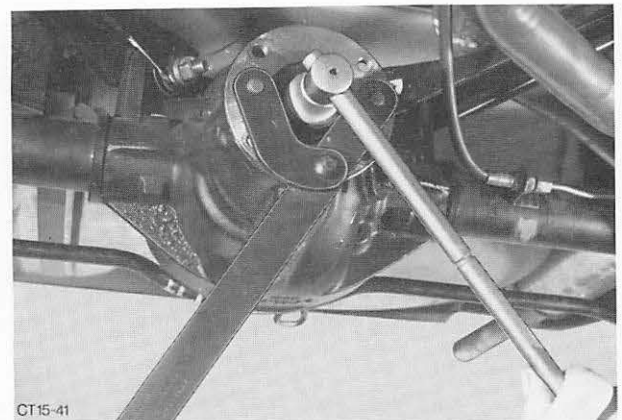

Abb. 103 Flansch – Antriebskegelrad festhalten und Mutter langsam festziehen
8. Flansch – Antriebskegelrad aufschieben und **neue** selbstsichernde Mutter aufschrauben. Flansch mit Werkzeug 15-030 festhalten und Mutter langsam festziehen. Abb. 103.